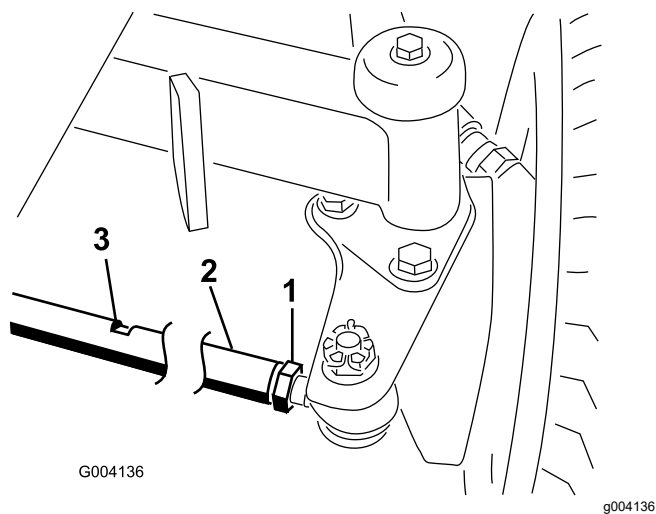

Figura 102
- Desaperte a porca de bloqueio em cada extremidade da barra de direção (Figura 102).